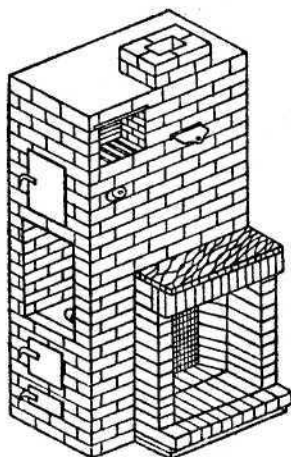

Рис. 14. Печь-камин с плитой и духовкой (общий вид)
**Рис. 14а. Печь-камин с плитой и духовкой (в разрезах):**